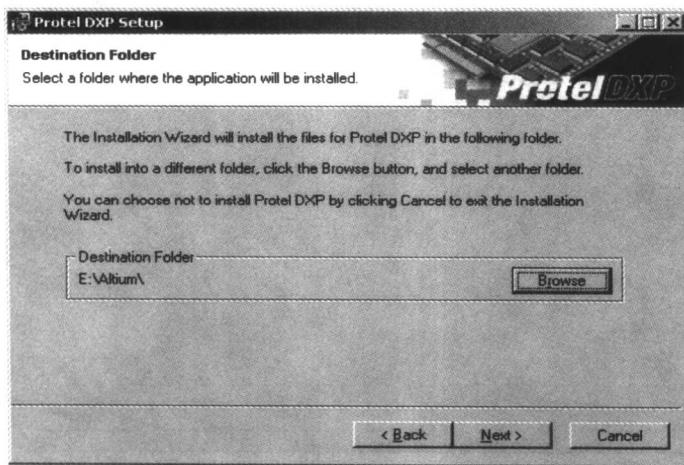
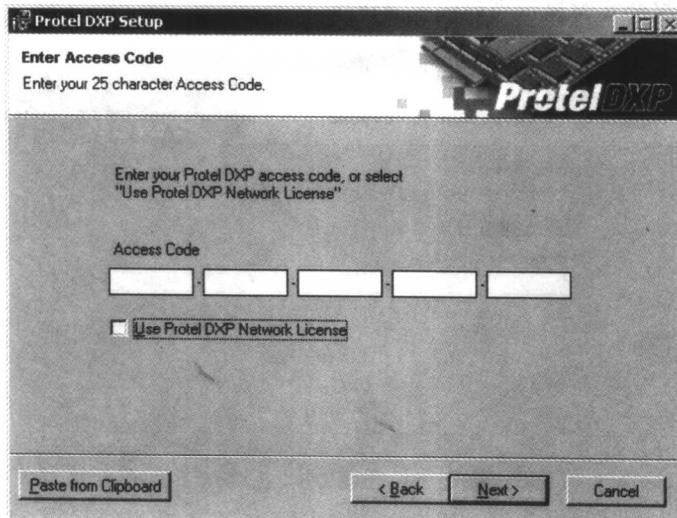
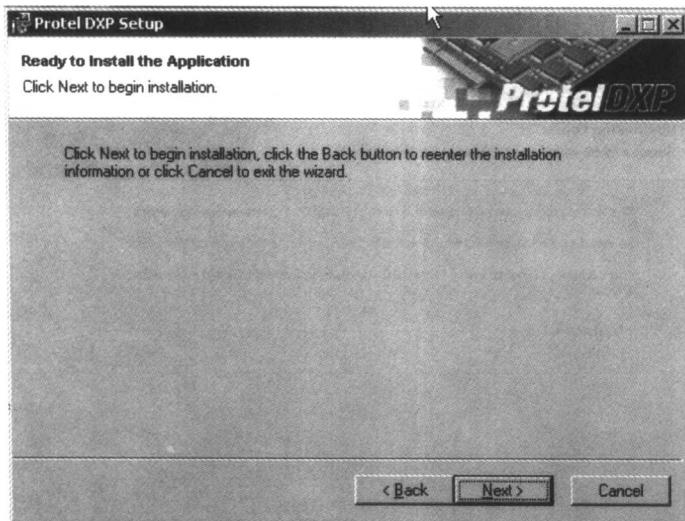
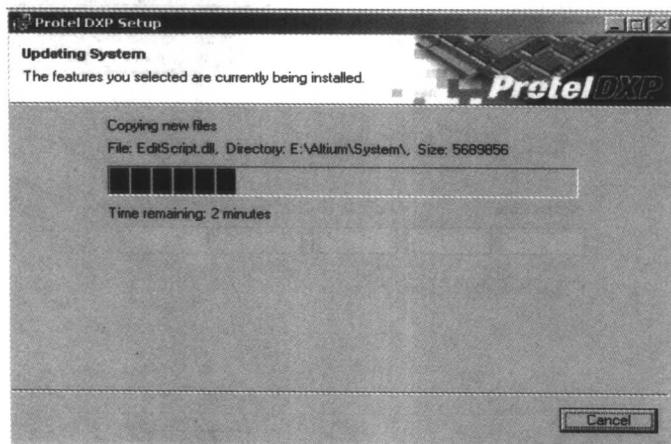

图 1-6 选择安装路径对话框
图 1-7 软件序列号输入对话框
图 1-8 安装准备就绪对话框
图 1-9 安装进度显示窗口
(4) 单击【Next】按钮继续下一步的安装，在弹出的如图 1-6 所示的选择安装路径对话框中可以选择软件的具体安装路径。系统的默认安装路径为“C:\Program Files\Altium”。在安装时可以根据实际情况通过单击【Browse】按钮在硬盘上浏览选择其他的安装路径，如：“E:\Altium”。完成了这一步以后可以单击【Next】按钮继续安装过程。此时，将显示如图 1-7
(5) 在软件序列号输入对话框中，用户可以根据安装光盘上提供的序列号进行输入，也可以选中【Use Protel DXP Network License】选项，选择安装完毕后通过 Protel DXP 的网站进行网上注册。
(6) 在图 1-7 所示的对话框中单击【Next】按钮，继续下一步的操作，就会弹出如图 1-8 所示的安装准备就绪对话框。此时，如果用户确定所有的安装准备工作都已完成，就可以单击【Next】按钮开始程序的安装。如果此时改变主意，可以通过单击【Cancel】按钮退回到以前的任意一步重新设置。
(7) 在如图 1-8 所示的对话框内单击【Next】按钮，弹出如图 1-9 所示的安装进度显示窗口，安装进度条将会实时显示当前的安装进度。